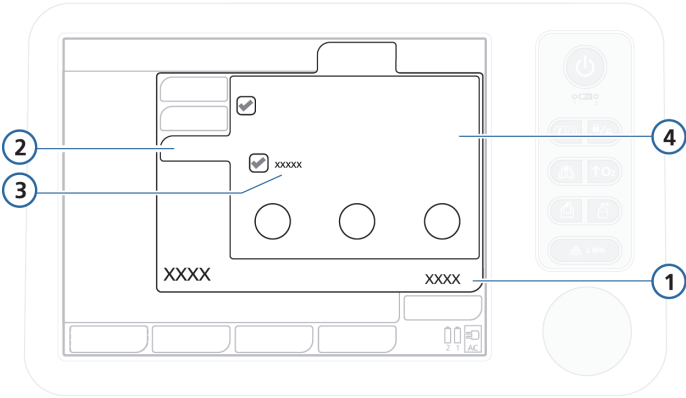

Рисунок 5-7. Окно «Апноэ», кнопка «Автоматически»
4. Если применимо, откройте окно «Управление» -> «Апноэ» (рис. 5-7). Выберите или отмените выбор «Backup».
3. Если применимо, откройте окно «**Управление**» -> «**Апноэ**» (рис. 5-7).